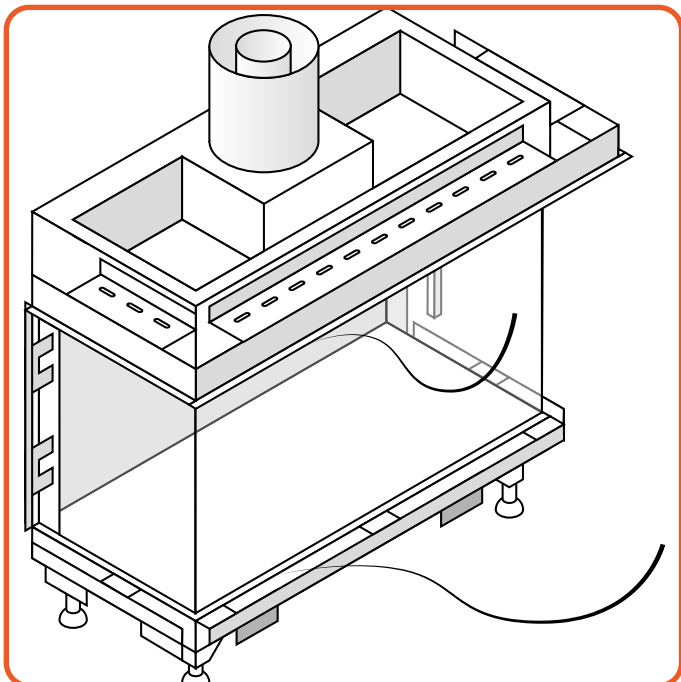

Figure 9.4 | Glasseile entfernen
- Setzen Sie den Saugnapf auf das Glas und stellen Sie sicher, dass er richtig angesaugt ist, damit er sich nicht löst. (Siehe Abbildung 9.4)